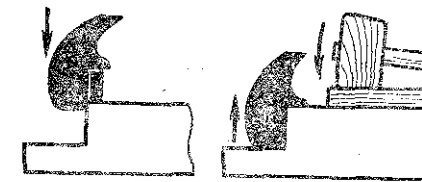

Рис. 79. Забивание и выбивание рожка.
9. Подогнать рожок к колодке, осторожно забивая его в колодку и выбивая из паза (рис. 79).